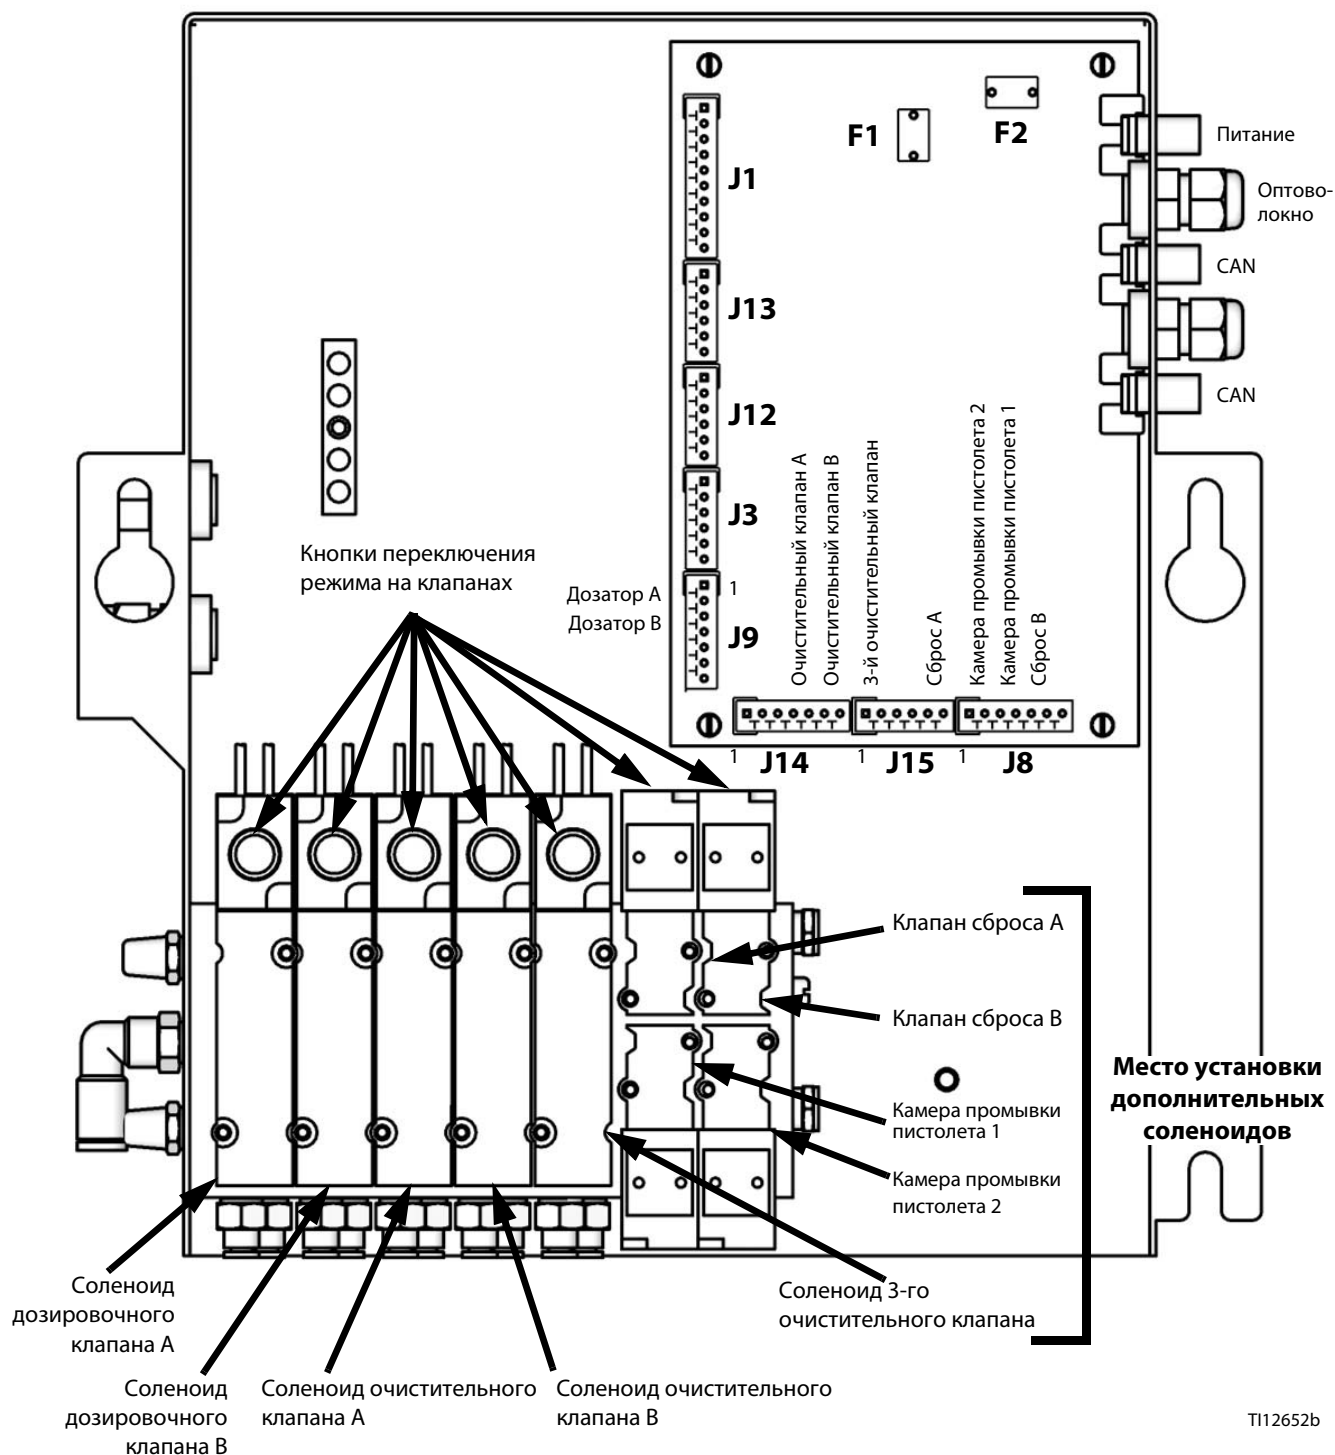

Рис. 4: Плата и соленоиды жидкостной станции
2. Чтобы сбросить давление, нажмите курок пистолета, а затем нажмите кнопку перехода в ручной режим на соленоидах дозирующих клапанов А и В. См. Рис. 4.
5. Чтобы сбросить давление воздуха и растворителя, нажмите курок пистолета, а затем нажмите кнопку перехода в ручной режим на соленоидах клапанов очистки А и В. См. Рис. 4. Удостоверьтесь в том, что давление растворителя упало до 0.
3. Нажмите и удерживайте кнопку переключения режима на соленоидном клапане сброса А, Рис. 4.
5. Нажмите и удерживайте кнопку переключения режима на соленоидном клапане сброса В, Рис. 4.
7. Нажмите и удерживайте кнопку переключения режима на соленоидном клапане сброса А, Рис. 4.
9. Нажмите и удерживайте кнопку переключения режима на соленоидном клапане сброса В, Рис. 4.
3. Отказ соленоида.	<p>Вручную приведите клапаны в действие. Для этого снимите крышку жидкостной станции, нажмите и отпустите кнопки переключения режима соленоидных клапанов. Рис. 4.</p> <p>Проверьте подачу сигналов с помощью функции диагностики платы управления. Если сигналы подаются неправильно, перейдите к пункту 4.</p> <p>Клапаны должны мгновенно открываться и быстро закрываться. Если клапаны срабатывают медленно, это может быть вызвано указанными ниже причинами.</p> <ul style="list-style-type: none"> <li>• Слишком низкое давление воздуха на исполнительных механизмах клапанов. См. пункт 1.</li> <li>• Соленоид забит. Убедитесь в том, что на подаче воздуха установлен фильтр с размером ячеек 5 микрон.</li> <li>• Что-то препятствует работе соленоида или трубопровода. Проверьте выход воздуха из трубопровода сжатого воздуха для соответствующего соленоида, когда клапан срабатывает. Устраните посторонние предметы.</li> <li>• Дозировочный клапан открыт слишком сильно. См. настройки в руководстве по эксплуатации системы ProMix 2KS.</li> <li>• Давление жидкости высокое, а давление воздуха низкое.</li> <li>• Неисправность сальникового уплотнения для жидкости в клапане. Информацию о ремонте см. в руководстве к соответствующему клапану.</li> </ul>